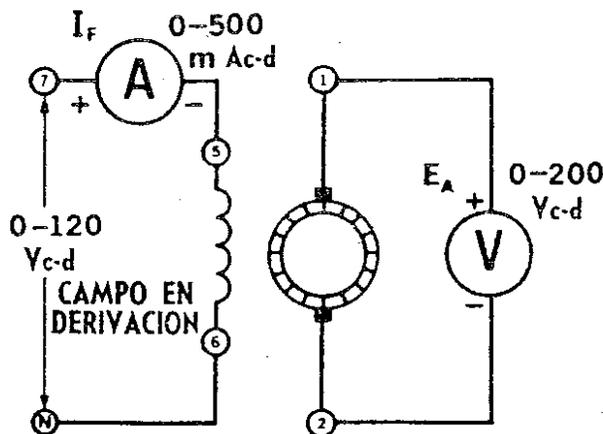

Figura 6-2.
3. a) Conecte el circuito que aparece en la **Figura 6-2** con los **Módulos EMS motor/generador** y de **medición de c-d**.